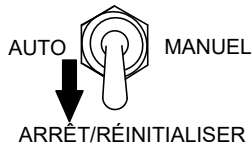

Figure 60. Interrupteur de démarrage/arrêt automatique (position arrêt/réinitialisation)
5. Placez l'interrupteur de démarrage/arrêt automatique (Figure 60) en position **OFF/RESET**.